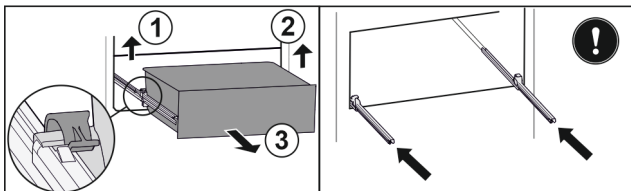

Fig. 75
- Soulever la bride gauche et tirer dans le même temps la partie gauche du tiroir vers l'avant. Fig. 75 (1)
- Soulever la bride droite et tirer dans le même temps la partie droite du tiroir vers l'avant. Fig. 75 (2)
- Retirer le tiroir par l'avant. Fig. 75 (3)